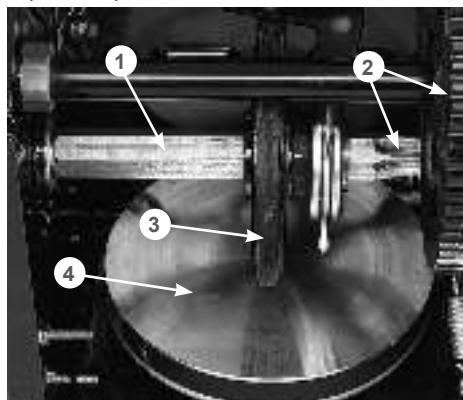

Рис. 34 Обслуживание трансмиссии
Если при нажатом рычаге включения хода снегоотбрасыватель не движется или при нажатии на рычаг включения хода слышны посторонние звуки, а регулировка длины троса включения хода не позволяет устранить проблему, возможно, фрикционное колесо 3 (Рис. 34) полностью износилось и его необходимо заменить.
- Нанесите универсальную низкотемпературную смазку CHAMPION EP-0 тонким слоем на шестигранный вал 1 фрикционного колеса и зубья шестерен 2 (Рис. 34).
Не допускайте попадания смазки на резиновое фрикционное колесо 3 и ведущий диск 4 (Рис. 34).
5. Проверьте состояние фрикционного колеса 3 (Рис. 34). Если высота резинового кольца относительно фрикционного колеса 2 мм и менее, если на резиновом кольце имеются повреждения и разрывы, фрикционное колесо необходимо заменить.